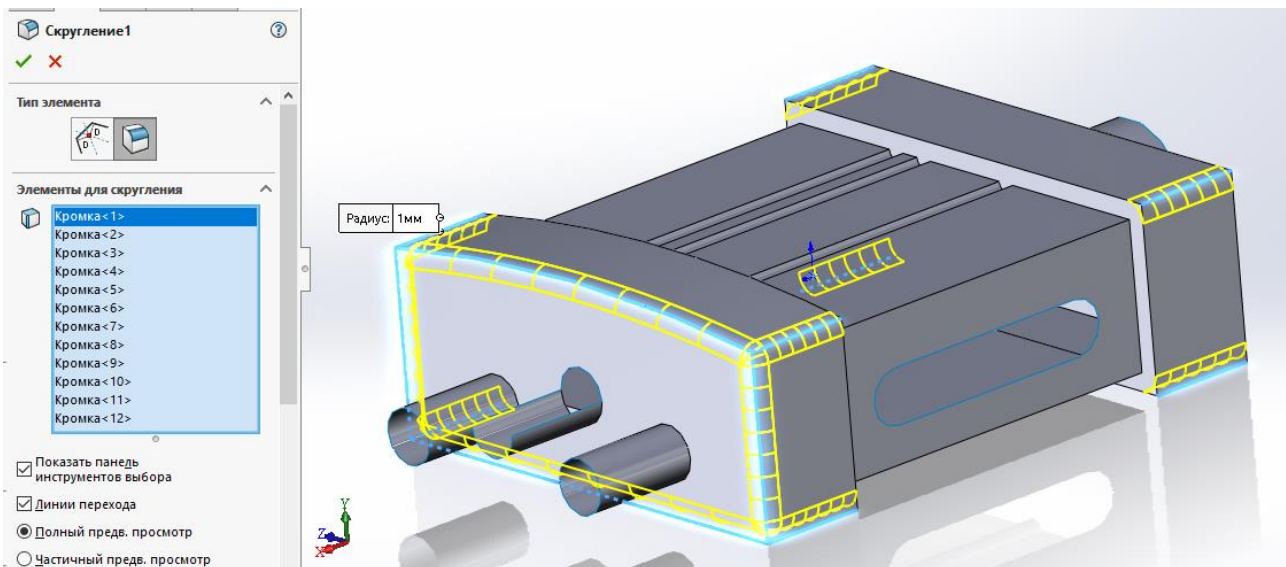

Рис. 28. Создание скруглений
29. Скругляем необходимые кромки. Для этого используем инструмент **Скругление** , выделяем кромки, задаем радиус скругления 1 мм и нажимаем галочку в верхней части панели  (рис. 28).